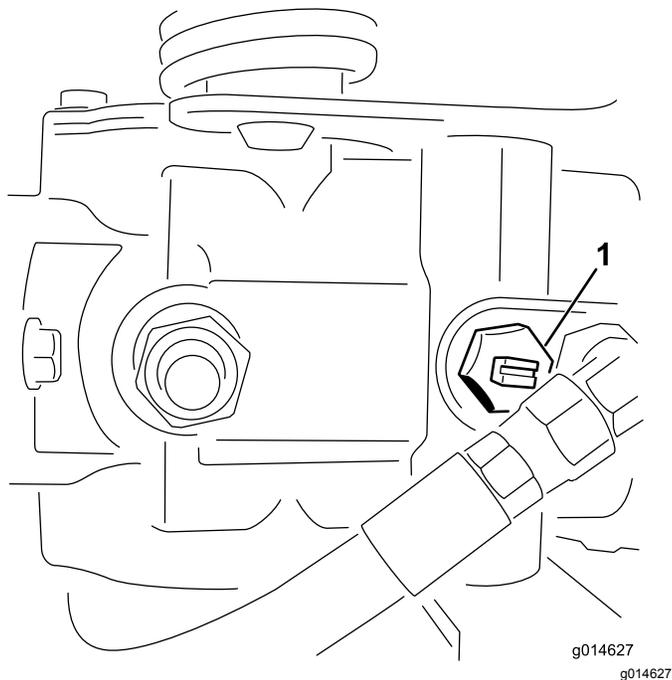

Рисунок 25
1. Найдите на насосе перепускной клапан и поверните его так, чтобы паз был вертикален (Рисунок 25).
2. Перед запуском двигателя закройте перепускной клапан, повернув его так, чтобы паз находился в горизонтальном положении (Рисунок 25).